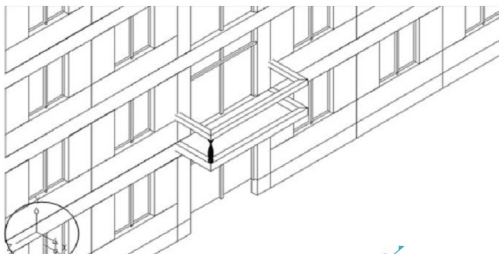

图 6.53 “花瓶”的三维视图
(5) 执行菜单栏中的【视图】|【视口】|【合并】命令。
① 在选择主视口<当前视口>：提示下，按 Enter 键，表示选择当前视口。
② 在选择要合并的视口：提示下，在另外一个视口内单击，这样又将两个视口合并为一个视口。
(6) 执行菜单栏中的【视图】|【三维视图】|【西南等轴测】命令，结果如图 6.53 所示。
(1) 注意观察图 6.53 内的坐标系，需将其调整为世界坐标系。